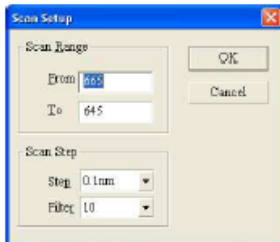

Fig. 4-11
2. click  en la barra de herramientas y aparece lo siguiente (Fig 4-11). Introduzca de longitud de onda de partida (rango: 190-1100nm), y de final (rango: 190- 1100nm), seleccione el intervalo (0.1,0.2 ,0.5, 1.0, 2.0 o 5.0nm) y los filtros de tiempo (1,3,5,10 o 30) click ok.